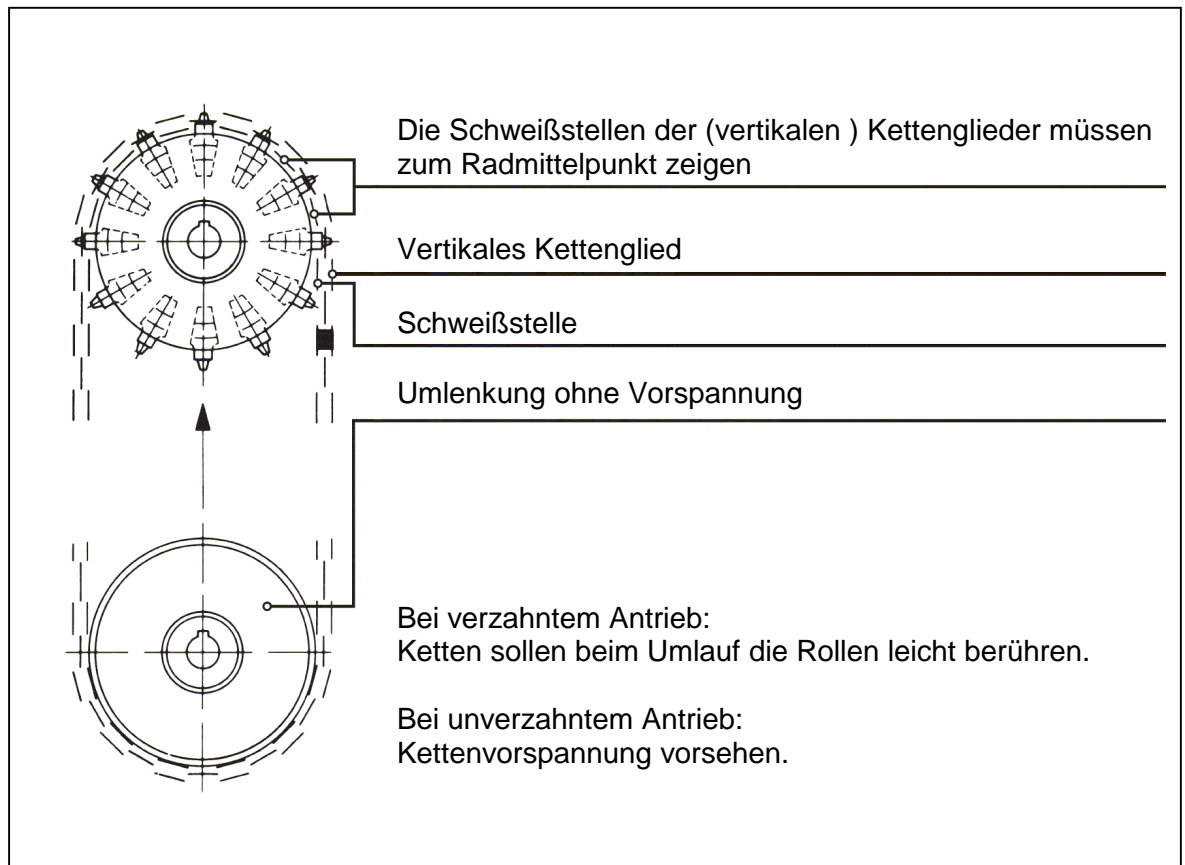

Bild 6
4.5 Schließen Sie die Kettenschlaufen (Bild 6).